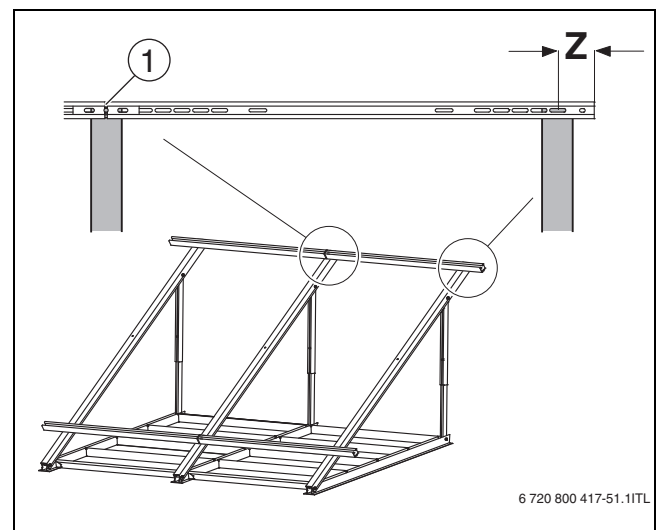

Рис. 30 Установка профильных реек
- ▶ Разместите профильные рейки на подставках, при этом начинайте, как показано на → рис. 30.